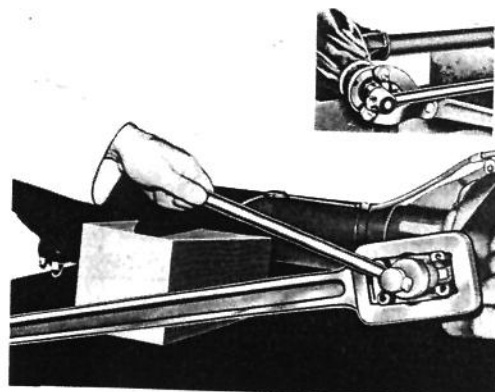
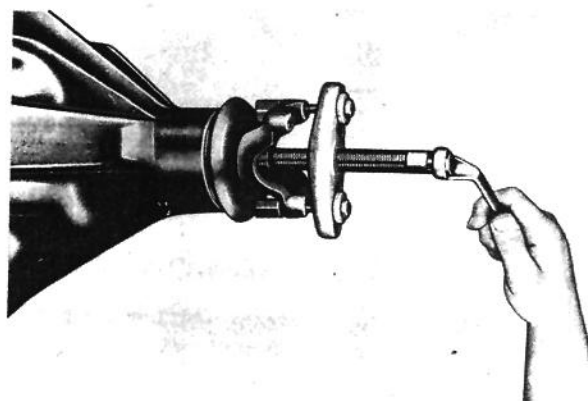

Fig. 185
Fig. 186
- instale o rolamento cônico, o garfo da junta universal, a arruela lisa e a porca, apertando aos poucos, a fim de verificar se o pinhão fica prêso ou com folga excessiva. Observe-se que o apêto da porca é de 200 a 230 lbs/pé. Se acontecer um dos casos mencionados, desmonte novamente, tirando a porca (segure o garfo com a ferramenta C-3281) (fig. 185) a arruela, o garfo da junta universal (use o extrator W-172 — fig. 186) e retire o pinhão usando martelo e um eixo de bronze. Quando o pré-ajuste estiver certo, o pinhão não pode ficar prêso ou com jôgo; deve girar ao aplicar-se uma torção de 10 a 30 lbs/pol. Se o pinhão ficar folgado, retire calços do rolamento oposto ao pinhão; se ficar prêso, acrescente calços.